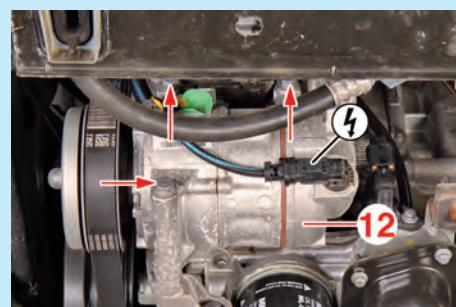

Fig.4
- Ecartez le compresseur de climatisation (12) et le soutenir sur la façade avant (Fig.4).